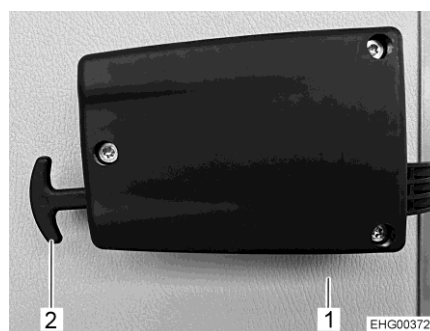

Fig. 58 Dispositif de déverrouillage de secours du portillon de garage
- Tirer sur les deux poignées du dispositif de déverrouillage de secours (Fig. 58,2).
- Pousser le portillon de garage (Fig. 58,1) vers l'extérieur.